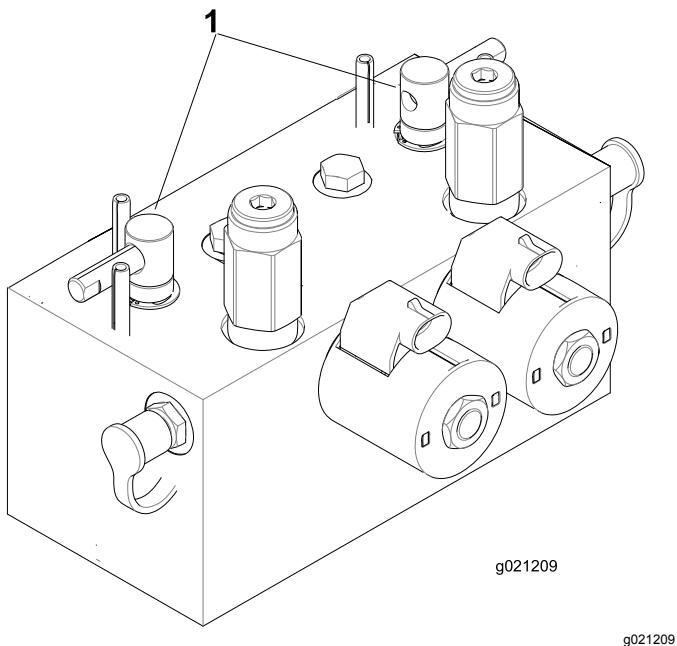

Figura 107
2. Desbloquee y levante el asiento para poder acceder a las palancas de autoafilado (Figura 107).
5. Seleccione la palanca de autoafilado correspondiente a los molinetes que desea autoafiljar: delanteros, traseros o ambos (Figura 107).